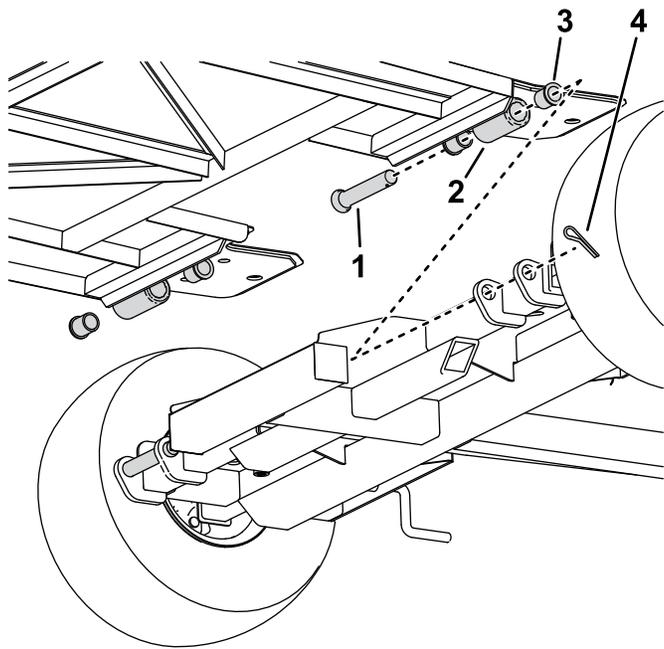

Figura 4
4. Instale a rampa na estrutura utilizando os pinos da rampa e contrapinos como se mostra na Figura 4.